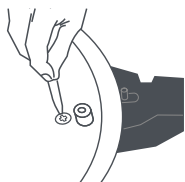

Fig. 10
Soupape de sécurité (7). Elle se situe à l'intérieur du détecteur de pression (2), mais elle agit indépendamment. En cas de surpression causée par l'obstruction de la soupape de fonctionnement/régulation de la pression (3), ce système de sécurité intervient en libérant de la vapeur pour réduire la surpression à l'intérieur de l'autocuiseur. Si, à un moment quelconque, la soupape de sécurité (7) se déclenche, retirez l'autocuiseur de la source de chaleur et laissez la pression chuter complètement. Vérifiez la propreté et le fonctionnement de la soupape de fonctionnement/régulation de la pression (3) (Fig. 10). Si le problème persiste, contactez un service technique agréé Fagor pour faire vérifier votre autocuiseur.